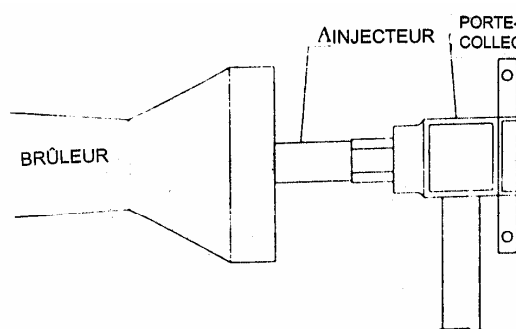

Fig.1
Démonter les injecteurs (A) en les dévissant (Fig. 1) et remplacez-les par les injecteurs appropriés au type de gaz que vous allez utiliser (Tableau 1)